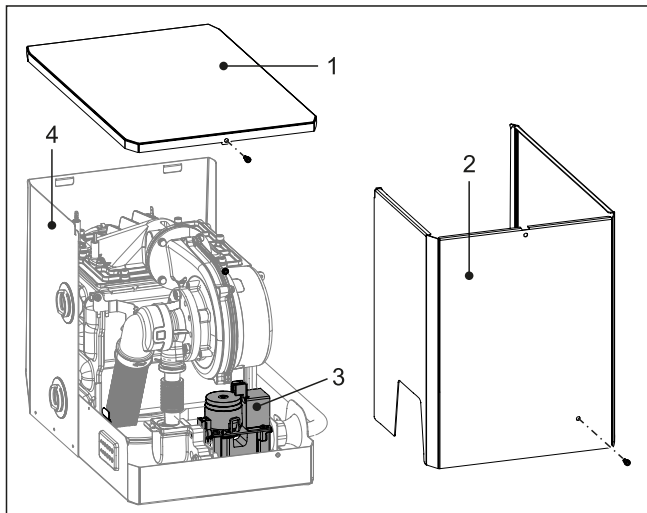

Fig. 4-42 Desmontar el revestimiento superior de la célula de calor
- 1 Quitar los tornillos de fijación de la tapa (Fig. 4-42, pos. 1) y el revestimiento delantero de la célula de calor (Fig. 4-42, pos. 2).